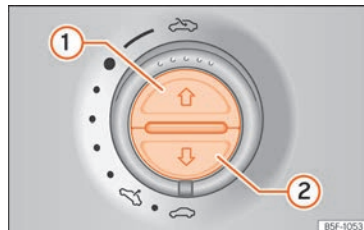

Fig. 111 En el revestimiento interior del techo: teclas de la cortinilla parasol.
- Pulse la tecla »» fig. 111 ① brevemente.
- *Cortinilla parasol:* antes de que transcurran aprox. 5 segundos desde la activación de la función antiaprisionamiento, pulse la tecla » » fig. 111 ② hasta que la cortinilla se cierre completamente.